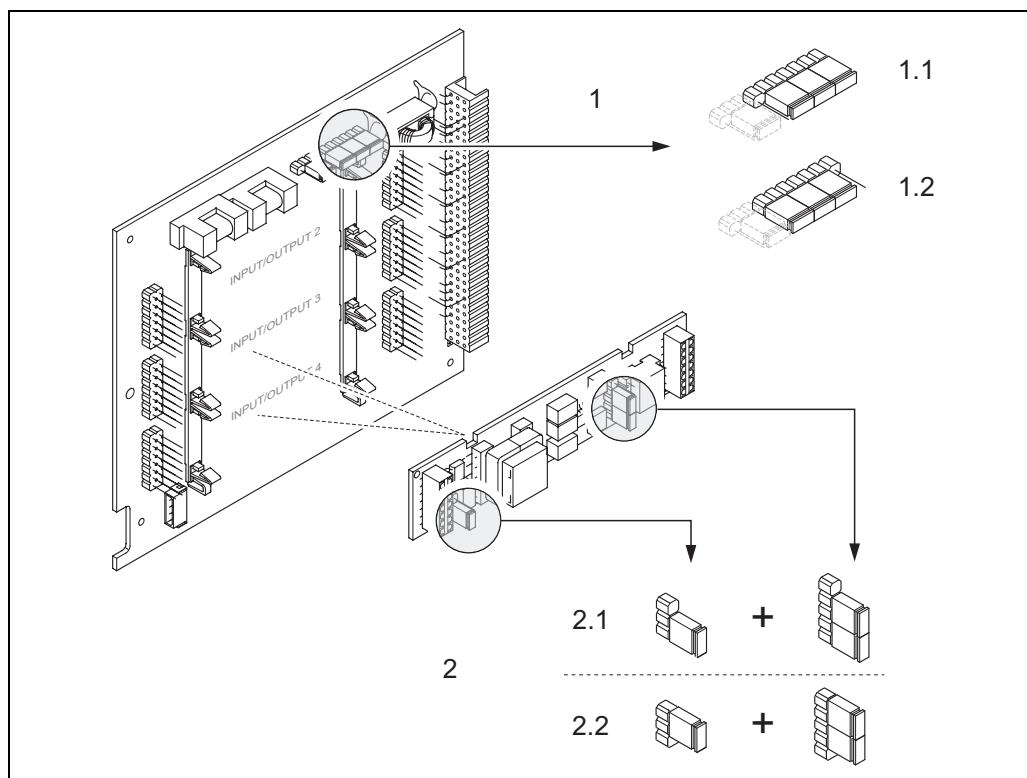

Fig. 34 : Configuration des sorties courant à l'aide de cavaliers (platine E/S modulaire)
3. Placer les cavaliers → Fig. 34